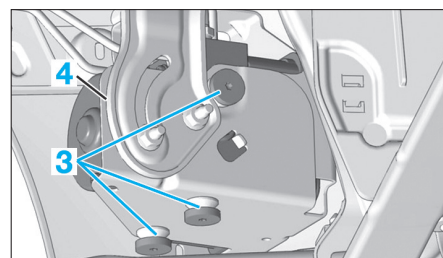

Fig. 29
- Déposer les vis (3) (Fig.29).